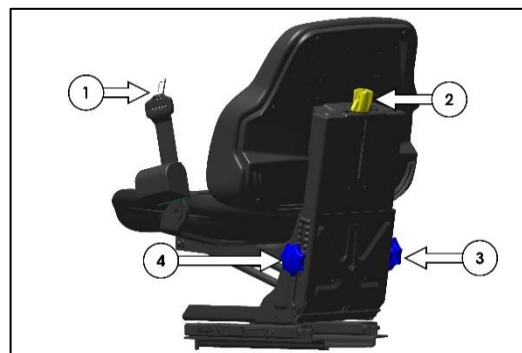
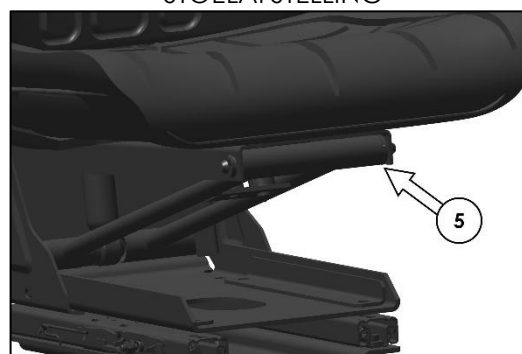

Fig. 138 – BEDIENINGSELEMENTEN VOOR STOELAFSTELLING
Fig. 139 – BEDIENINGSELEMENTEN VOOR STOELAFSTELLING
In Fig. 138 en Fig. 139 zijn hieronder weergegeven:
Veiligheidsgordel (Item 1 in Fig. 138)
Gebruik de knop (Item 2 in Fig. 138) om het gewicht in te stellen terwijl u op de stoel zit en controleer of de pijlen (zie Fig. 140) op rugleuning en frame op één lijn staan.
Draai de schroefknoppen (items 3 en 4 in Fig. 138) aan beide zijden van de rugleuning los en stel de gewenste hoogte in.
Voor- of achteruit verstellen wordt gedaan door de hendel (item 5 in Fig. 139) omhoog te trekken, de stoel naar de gewenste positie te schuiven, en de hendel los te laten om te vergrendelen.